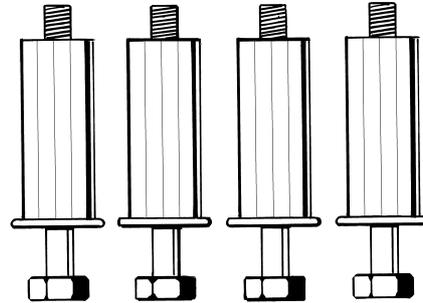

Fig. 1
**Il faut obligatoirement retirer le bridage de transport avant d'utiliser la machine (Fig. 1).**